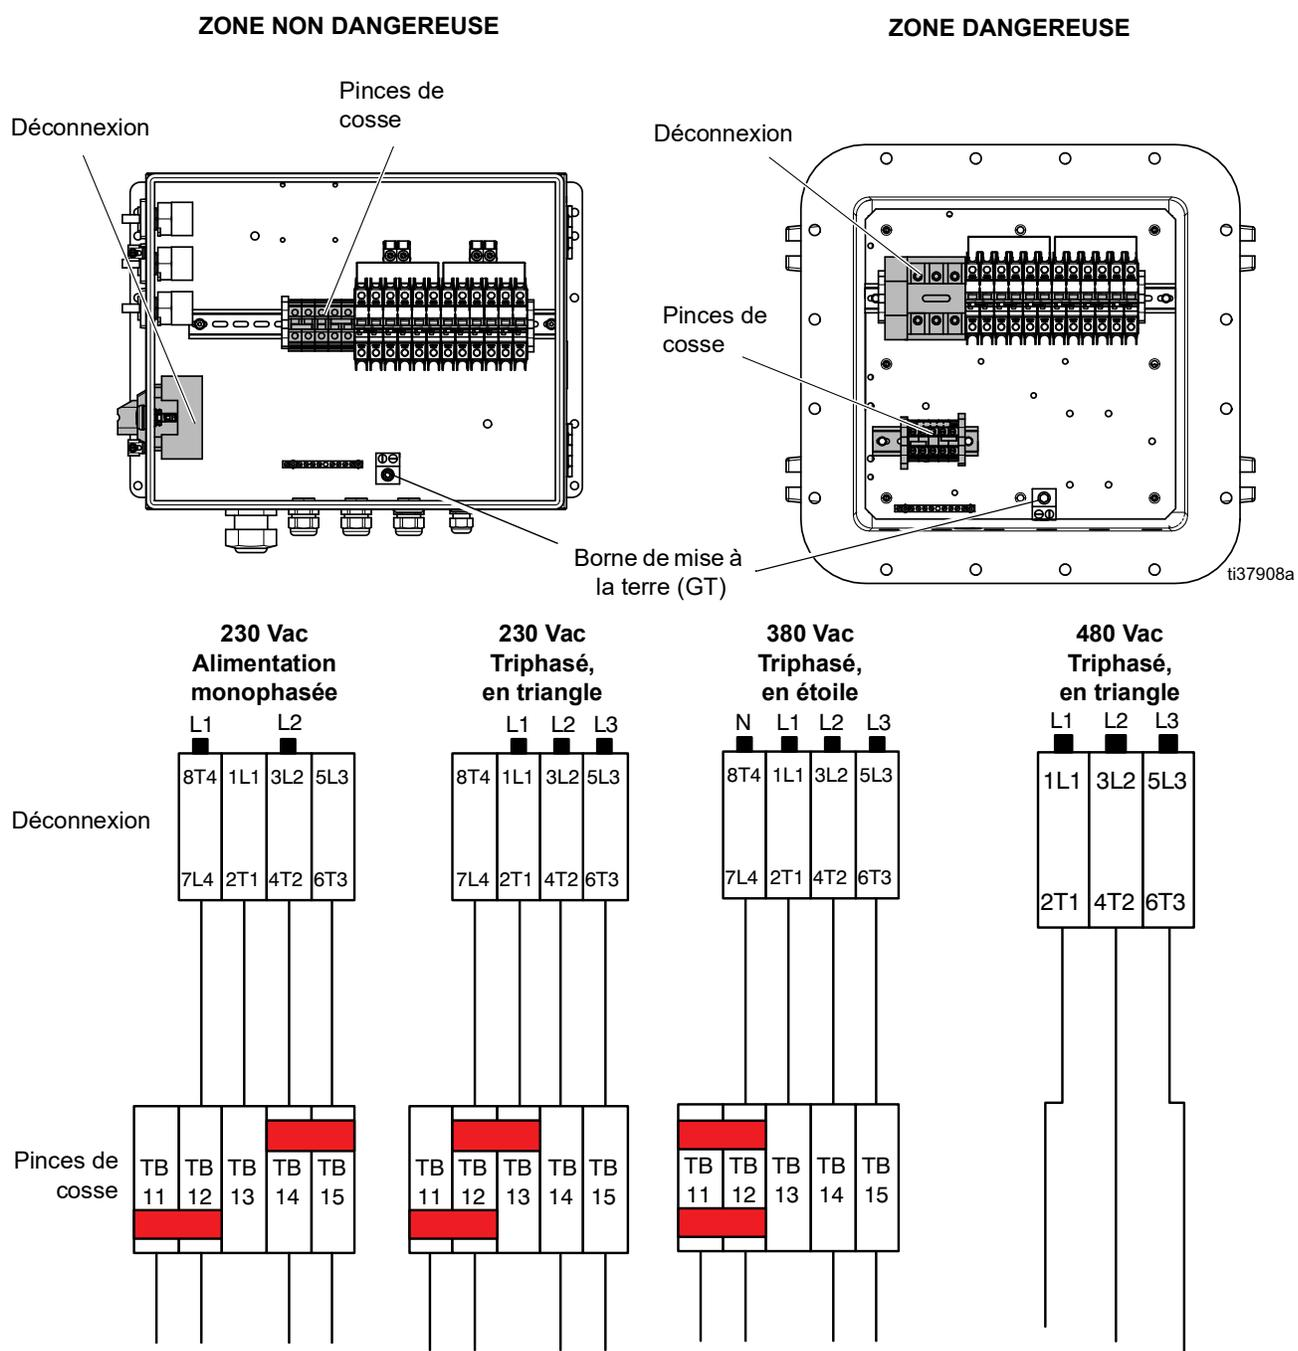

FIG. 7: Schéma de câblage XM
1. Mettez l'interrupteur d'alimentation principal (BB) sur Off (arrêt).
3. **Zones non dangereuses uniquement** : Faites passer le cordon d'alimentation à travers le serre-câble (BH) dans le coffret électrique (BA).
**Zones dangereuses uniquement** : Suivez les codes et réglementations locaux pour acheminer le cordon d'alimentation à travers le coffret électrique (BA) du point d'entrée d'alimentation principale (BG).
4. Raccordez le fil de terre à la borne de terre (GT). Voir la FIG. 7, page 29.
5. Branchez le cordon d'alimentation sur le sectionneur comme indiqué sur la FIG. 7, page 29 Serrez les conducteurs à 6,2 N•m). Tirez doucement sur tous les raccords pour vérifier qu'ils sont bien attachés.
6. **Zones non dangereuses uniquement** : Serrez le serre-câble (BH).
7. Installez les cavaliers de borne fournis dans les positions indiquées sur la FIG. 7, page 29.
8. Vérifiez que tous les éléments sont correctement raccordés sur la FIG. 7, page 29, puis fermez la porte du boîtier de raccordement.